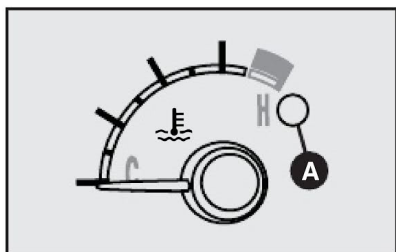

fig. 32
## LÍQUIDO DE ARREFECIMENTO DO MOTOR - fig. 32
**Advertência: se o indicador estiver no início da escala (temperatura baixa) com a luz-espia A-fig. 32 de excesso de temperatura ou com a luz-espia  do sistema de injeção acesa, é sinal de anomalia no sistema. Neste caso, procurar a Rede Assistencial Fiat.**